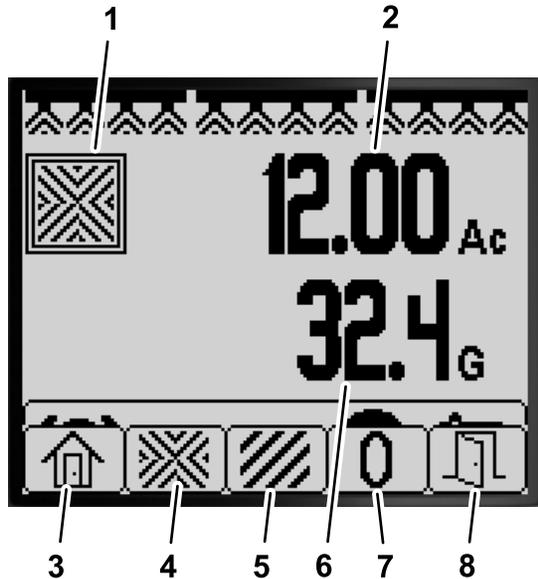

图 76
1. 在主屏幕上点按任何按钮均可打开菜单栏 图 75 和 图 76。
2. 按 2 号按钮可打开 Total Area 总面积屏幕图 76。
3. 使用 InfoCenter 信息中心按钮图 76 可执行以下操作